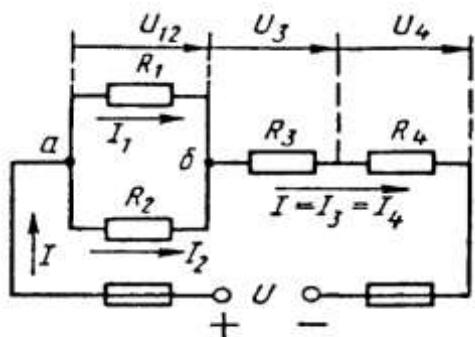

Рис. 1
Условие задачи. Цепь постоянного тока со смешанным соединением состоит из четырех резисторов. Заданы схема цепи (рис. 1), значения сопротивлений резисторов:
2) обозначим токи  $I_1, I_2, I_3, I_4$  на (рис. 1) стрелками и определим их значения из формулы мощности:
Математическая запись для узла б схемы цепи рисунок 1:
В замкнутом контуре (рис. 1) приложенное напряжение  $U$  (аналогично ЭДС при внутреннем сопротивлении источника тока, равном нулю) и падения напряжения